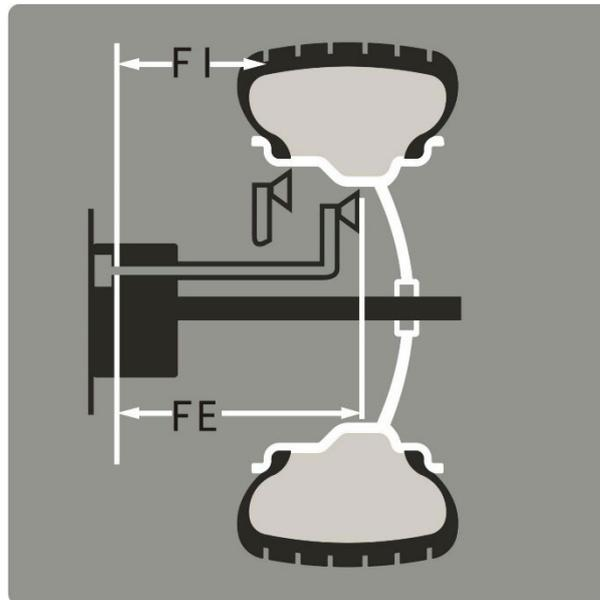

Abb.6
- \* Eingabe der "a1 und d1"-Werte: Ziehen Sie die Messlehre heraus und legen Sie diese auf die erste Position FI (siehe Abb.6) für ca. 4 Sekunden an, a1 und d1-Werte werden automatisch erfasst und im Display angezeigt.
- \* Eingabe "a2 und d2"-Werte: Ziehen Sie die Messlehre und legen Sie diese auf die zweite Position FE (siehe Abb.6) für ca. 4 Sekunden an, a2 und d2-Werte werden automatisch erfasst und im Display angezeigt.